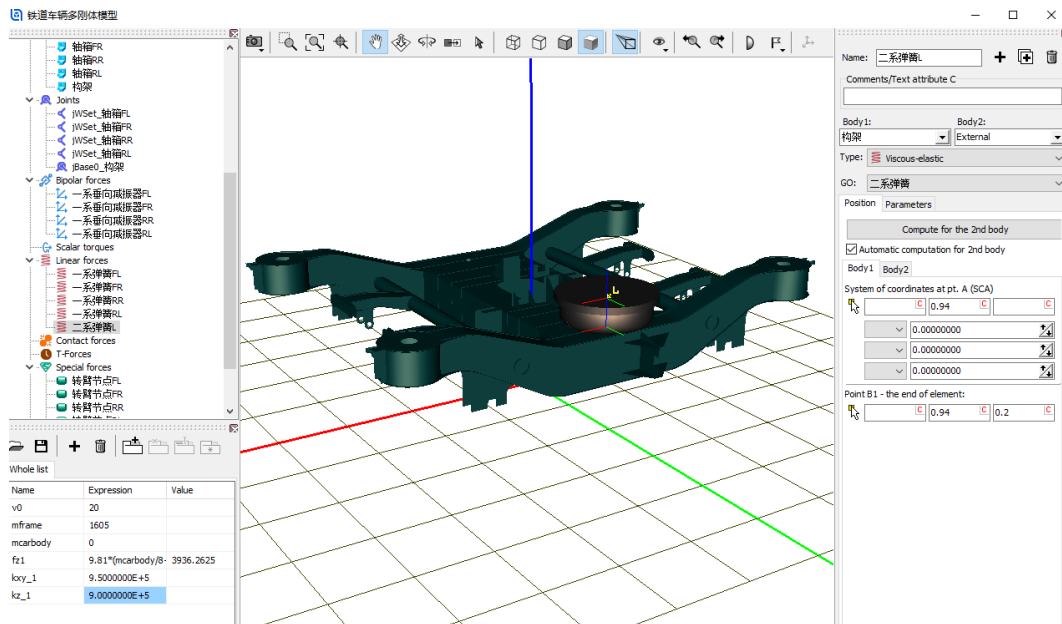

图 3-19
- 选中左侧模型树 **Linear forces**，点击右侧按钮 **+**，命名为**二系弹簧 L**，**Body1** 选择**构架**，**Body2** 选择 **External**，选择几何**二系弹簧**，勾选 **Automatic computation for 2nd body**，在 **Body1** 页面输入弹簧下点和上点坐标 **(0, 0.94, 0)** 和 **(0, 0.94, 0.2)**，如图 3-19。